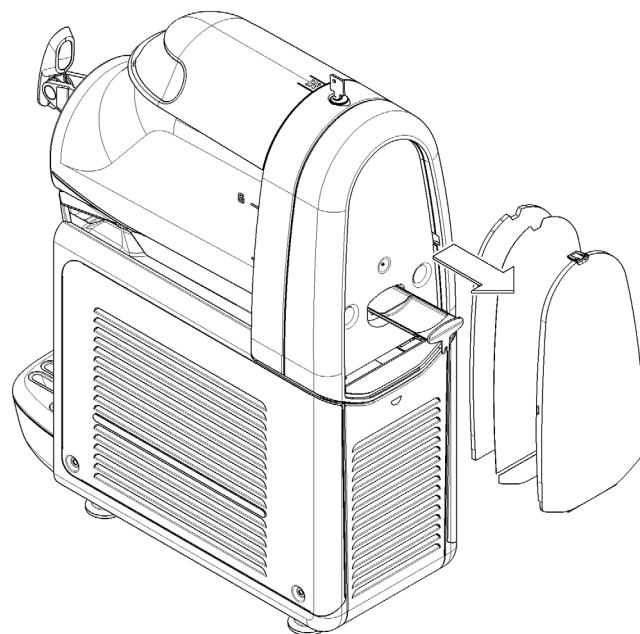

figure 15
**2** Éliminer d'éventuels résidus de produit qui aurait pu s'infiltrer à l'intérieur de l'évaporateur en extrayant le plateau correspondant selon les indications (voir figure 15)